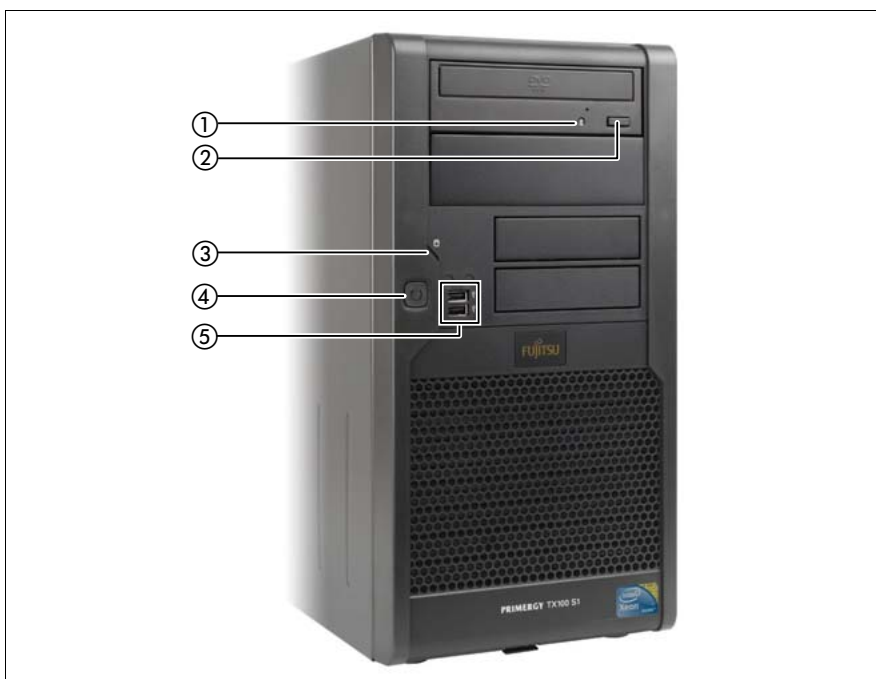

Bild 4: Die Frontseite
Die Betriebsanzeige (Position 4 in Bild 4 auf Seite 37) leuchtet orange (Standby-Modus), wenn der Server mit dem Netz verbunden ist und der Hauptschalter (siehe Bild 5 auf Seite 39) eingeschaltet ist.
- ▶ Drücken Sie die Ein-/Aus-Taste (Position 7 in Bild 4 auf Seite 37).
- ▶ Drücken Sie die Ein-/Aus-Taste (Position 4 in Bild 4 auf Seite 37).
Die Betriebsanzeige (Position 7 in Bild 4 auf Seite 37) leuchtet grün.